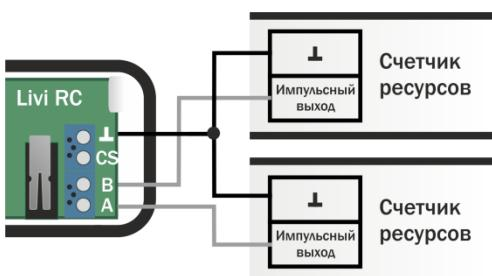
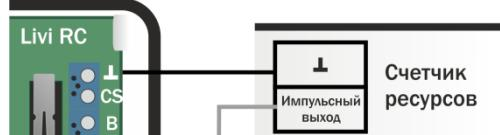

Рисунок 7.2 – Схема подключения датчика к двум счетчикам воды
Рисунок 7.3 – Схема подключения датчика к одному счетчику электроэнергии или воды
- 3) Для счетчиков воды: подключите выводы импульсных выходов счетчиков к клеммам на плате датчика в соответствии с одной из приведенных схем (см. рисунок 7.2 и рисунок 7.3).
Для счетчика электроэнергии: подключите датчик к импульсному выходу счетчика проводом сечением 0,12 мм² в соответствии со схемой (см. рисунок 7.3). Длина провода, используемого для подключения датчика к счетчику, не должна превышать 2 м.